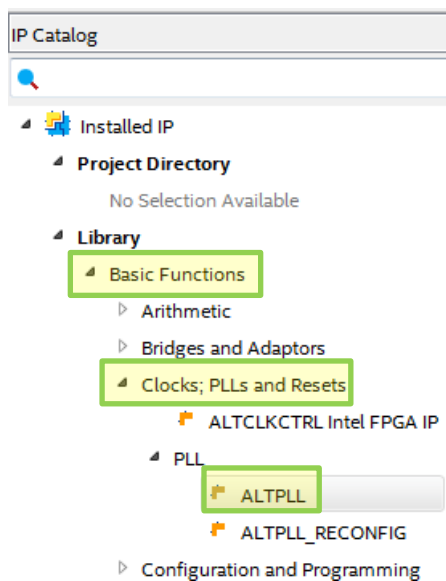

Рис. 21 Окно **IP Catalog**
**Library=>Basic Functions=>Clocks; PLLs and Resets=>PLL** выберите мегафункцию **ALTPLL** (рис. 21) и нажмите кнопку «**+ADD**».